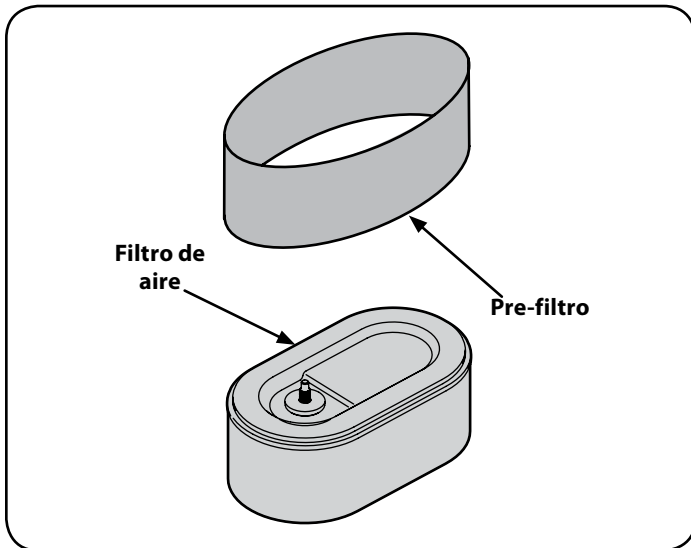

Figura 27
4. Retire el prefiltro de espuma de alrededor del filtro de aire de papel. Vea la Figura 27. Reemplace el elemento de papel si está sucio o dañado. Limpie el elemento de espuma o reemplácelo si está dañado.